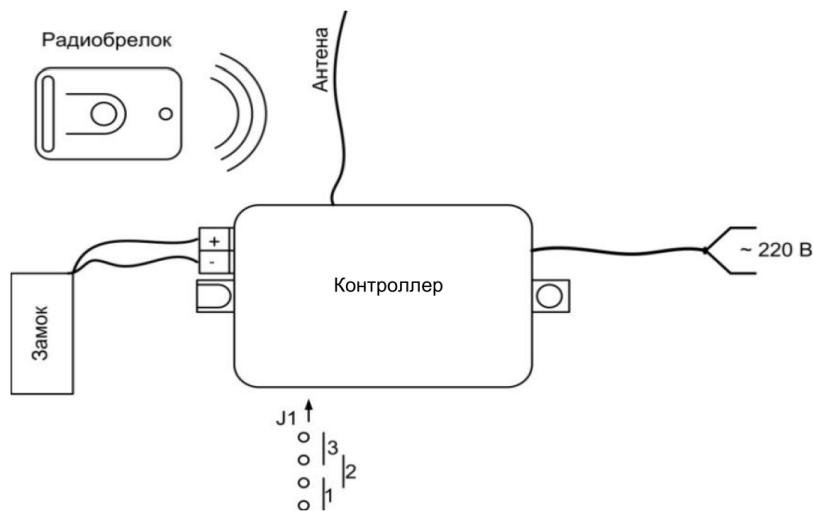

Рис. 9. Схема подключения контроллера
4. Проложить провод от замка по стенке холодильника к контроллеру и закрепить его самоклеящейся виниловой пленкой из комплекта поставки. Подключить провод замка к контроллеру согласно схеме (см. рис. 9).
1. Установите перемычку J1 в положение 3 (см. рис. 9).